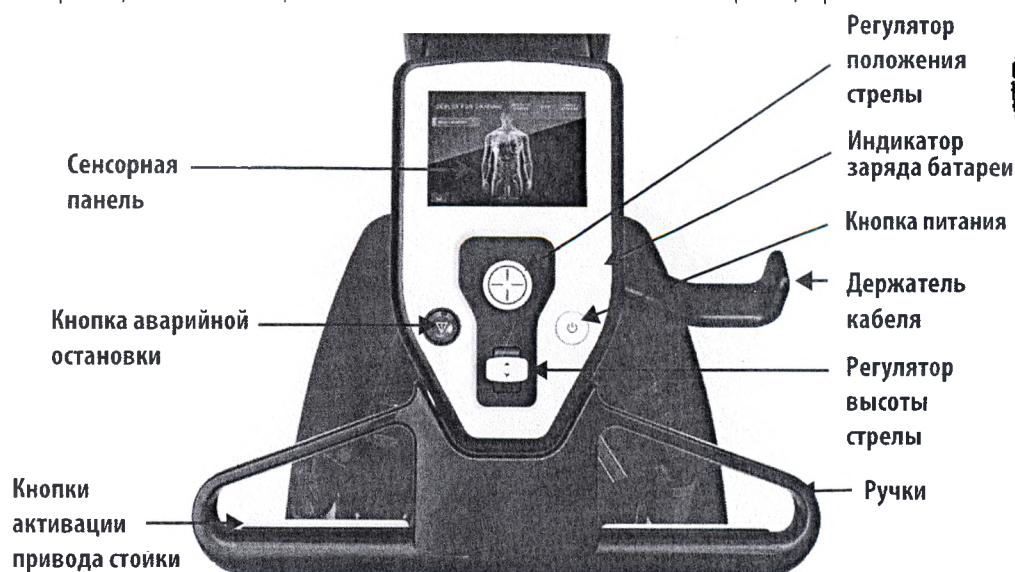

Рисунок 2.4 Пульт управления стойки пациента
- **Панель управления:** (Рисунок 2.4) включает ручки с кнопками включения привода стойки, сенсорную панель, две ручки управления, кнопки питания и аварийной остановки, кабельный держатель и индикатор уровня заряда аккумулятора. **Ручки и кнопки включения привода стойки** используются для маневрирования стойки пациента по операционной. Панель управления включает **сенсорную панель** для системных сообщений и пунктов управляемого меню, в то время как ручки управления включают **регулятор положения стрелы** и **регулятор высоты стрелы** для ориентации манипуляторов, стрелы и основы вручную. Более подробную информацию о перемещении стойки пациента см. в главе 9 Использование стойки пациента, стр. 2-1.